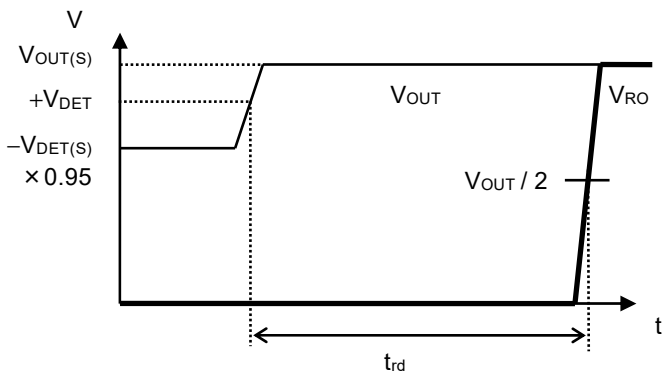

图7 解除延迟时间
*3. 从VOUT超过 $+V_{\text{DET}}$ 开始, 到实际RO端子的输出开始反转为止的时间 (参阅图7)。此值可以通过解除延迟时间、监视时间调整电容器 (C_{DLY}) 电容值进行更改。